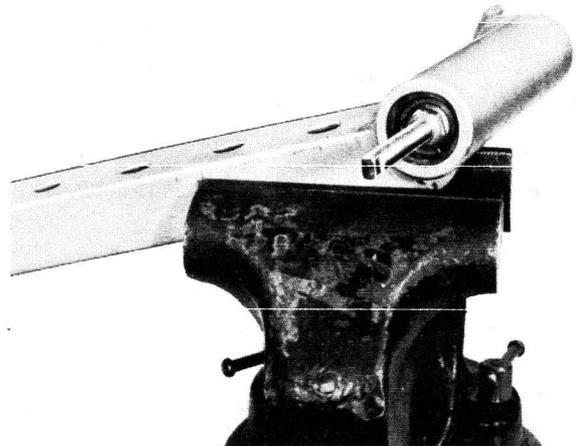

Fig. 1
- 1° Placer dans le support l'outil MOTU équipé des 3 éléments de pince d'extraction MOTU-2 (fig. 1).